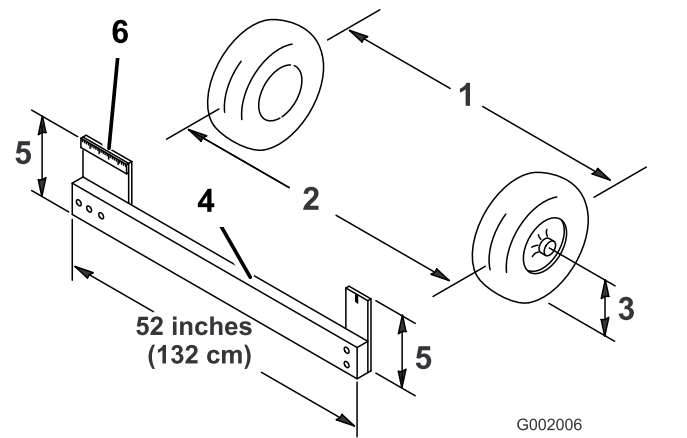

図 51
4. 前輪の前と後ろで、左右のタイヤの中央線間距離を測る計測はアクスルの高さで行う 図 51。
注 前輪の後側をアクスルの高さで正しく測定するには専用測定具か整列ゲージが必要となる。前後の計測とも同じ道具を使用し、アクスルの高さで正しく測定すること 図 51。